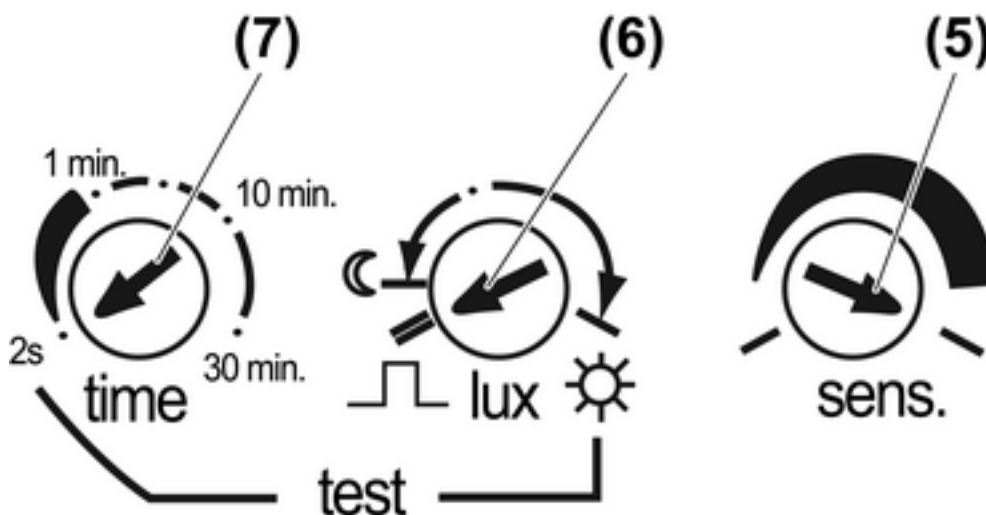

Figure 5
- Tourner le sélecteur **lux** (6) dans la position ☾(figure 5).